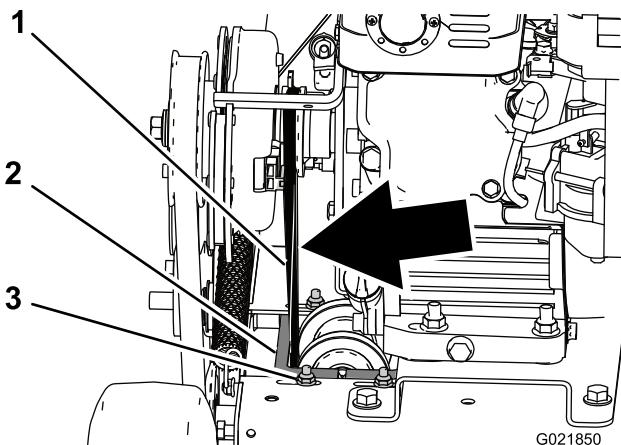

Figura 25
4. Compruebe la tensión de la correa. No debe flexionarse más de 6 mm (1/4 pulgada) cuando se aplica una presión moderada con los dedos al tramo situado justo por encima del bastidor de la máquina (Figura 25).
5. Para apretar la correa, afloje los 4 pernos y tuercas de montaje que sujetan el soporte de las poleas al bastidor, mueva el soporte a la izquierda, apretando la correa, y luego apriete los 4 pernos y tuercas de montaje (Figura 25).